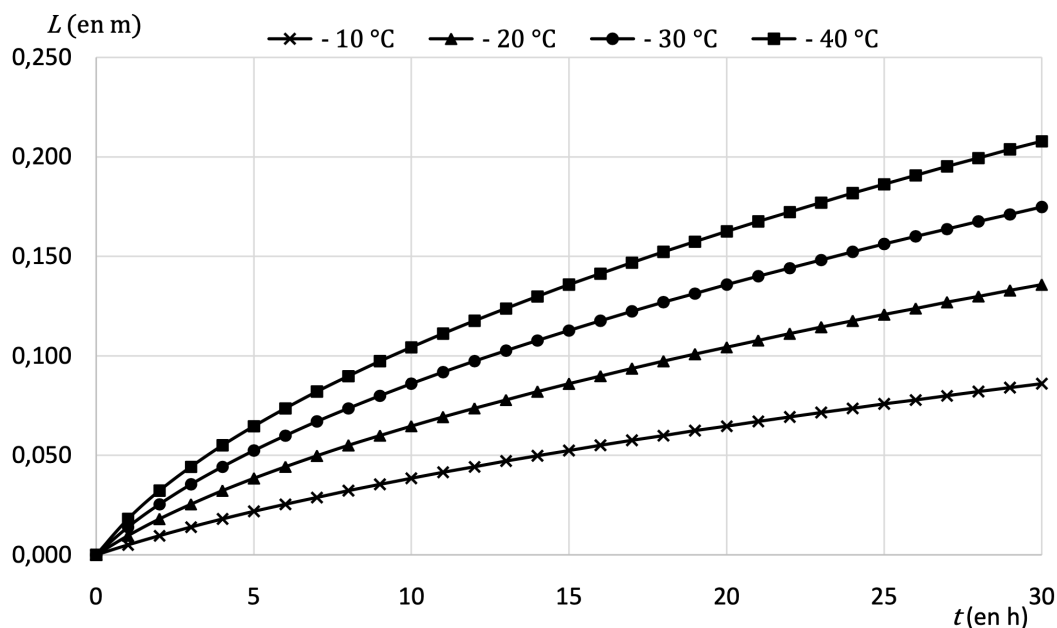

Fig. 1.3 – Simulation graphique représentant l'épaisseur de la couche de glace  $L$  en fonction du temps  $t$  pour différentes températures  $T_A$  de l'air
9. On admet que l'épaisseur de la couche de glace en fonction du temps est représentée par la simulation graphique en figure 1.3. Au bout de 20 heures, les joueurs de hockey peuvent-ils considérer que la glace est suffisamment solide pour pouvoir jouer dessus ?
10. En utilisant la figure 1.3, commenter puis expliquer l'évolution de la vitesse de formation de la glace pour une même température de l'air  $T_A$ , puis pour différentes températures de l'air  $T_A$ .
11. De quelle autre grandeur, encore non citée jusqu'à présent, a-t-on eu besoin pour résoudre numériquement le problème et proposer la simulation en figure 1.3 ? Donner sa définition et préciser l'unité.